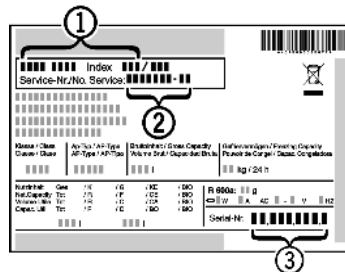

Fig. 40
- ▶ Gerätebezeichnung Fig. 40 (1), Service-Nr. Fig. 40 (2) und Serial-Nr. Fig. 40 (3) vom Typenschild ablesen. Das Typenschild befindet sich an der linken Geräteinnenseite.